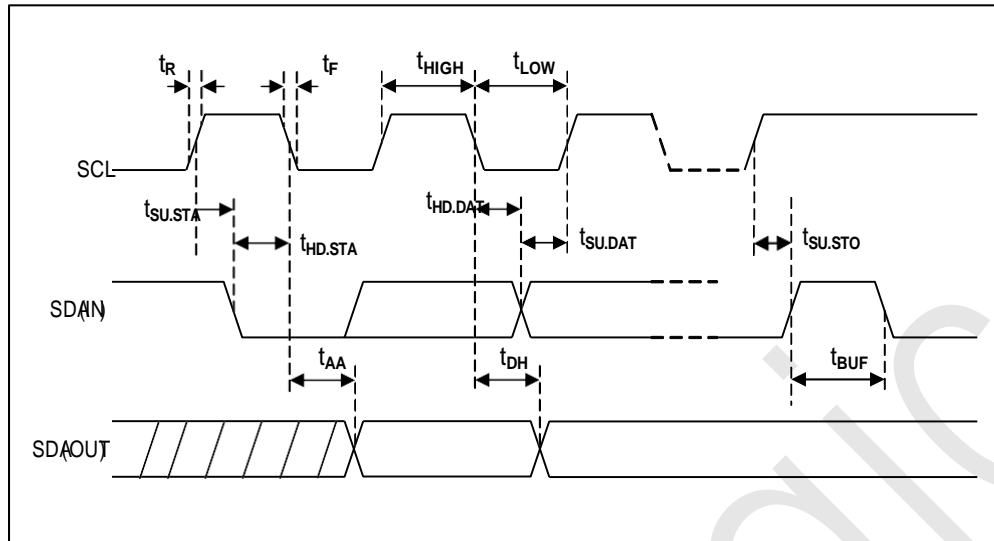

Figure 4-5
4.1.7 、 Bus Timing(see to Figure 4-5).